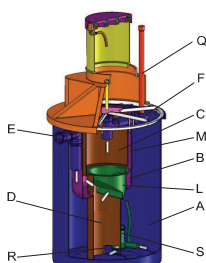

Рис. 5. Аэратор
Первичная сточная вода постоянно перемешивается с образующейся активной биологической массой. Таким образом, улучшается качество очистки. Очищенная на 50-60% сточная вода самотеком через выходной патрубок поступает на станцию аэрации (Рис. 5).
После предварительной обработки в септике-отстойнике сточная вода через входной трубопровод E (Рис. 5) поступает в азротенк для дальнейшей очистки. В емкости «А» азротенка вода насыщается кислородом воздуха (азрируется) при помощи погружного насоса (S). Одновременно с этим происходит интенсивное перемешивание азрированной воды.
Азрированная смесь перетекает из емкости окислирования-нитрификации «А» (Рис. 5) в емкость «В», через первую серию отверстий (Т1), сделанных в верхней части ускорителя (М) и стекает по вертикали вниз. В нижней зоне емкости «В» поток перетекает в емкости (С) и (D) через серию отверстий (Т2).